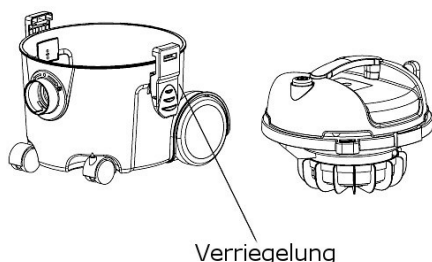

Fig. 13: Apertura del depósito de residuos
Paso 1: Apague el aspirador en seco y retire la parte superior del depósito después de haber abierto los cierres laterales (fig. 13).